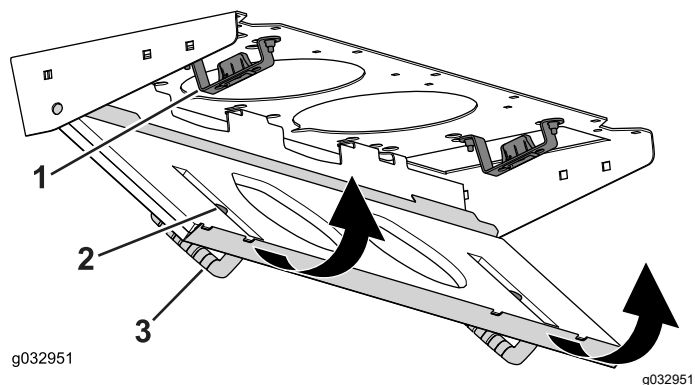

Figura 88
4. Rode o painel de filtro em volta das patilhas até que a lingueta entre no conjunto de montagem do trinco (**Figura 88**).